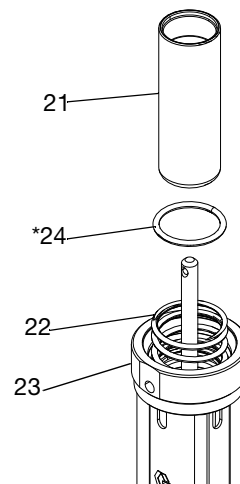

FIG. 15
7. Far scivolare il pistone dell'aria (21) fuori dalla parte superiore della base del motore pneumatico (23). Rimuovere gli anelli (24*) dalla base del motore pneumatico. Ispezionare tutte le parti, inclusa la molla (22) nella base del motore pneumatico, cercando eventuali danni. Vedere FIG. 15.